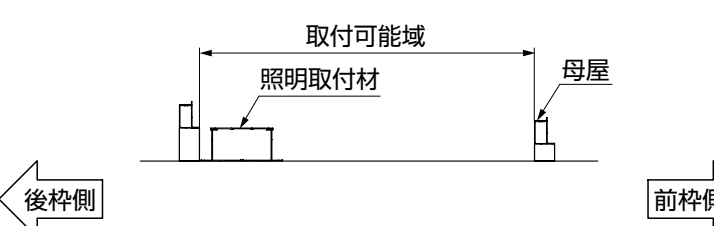
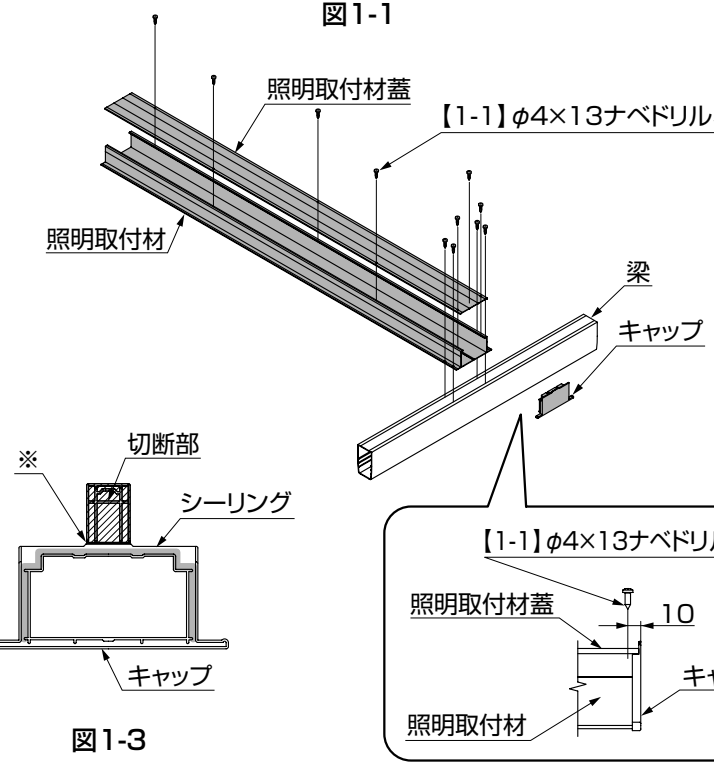

図1-1
図1-2
- 照明取付材は母屋と母屋の間の任意の位置に取付けることができます。(図1-1参照)
- ① 照明取付材を梁にのせ、照明取付材の取付け孔を梁上部のV溝に合わせ、【1-1】で取付けてください。
- ② 照明取付材に照明取付材蓋を【1-1】で取付けてください。(図1-2参照)